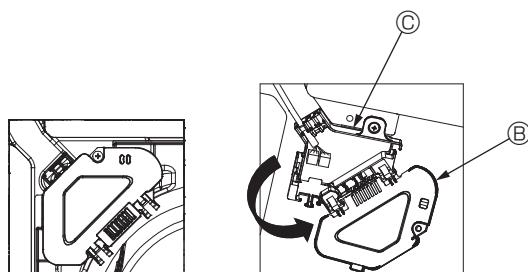

Fig. 4-5
- Konektör kutusu kapağını tespit eden vidayı çıkarın ve daha sonra kapağı açın. (Fig. 4-5)